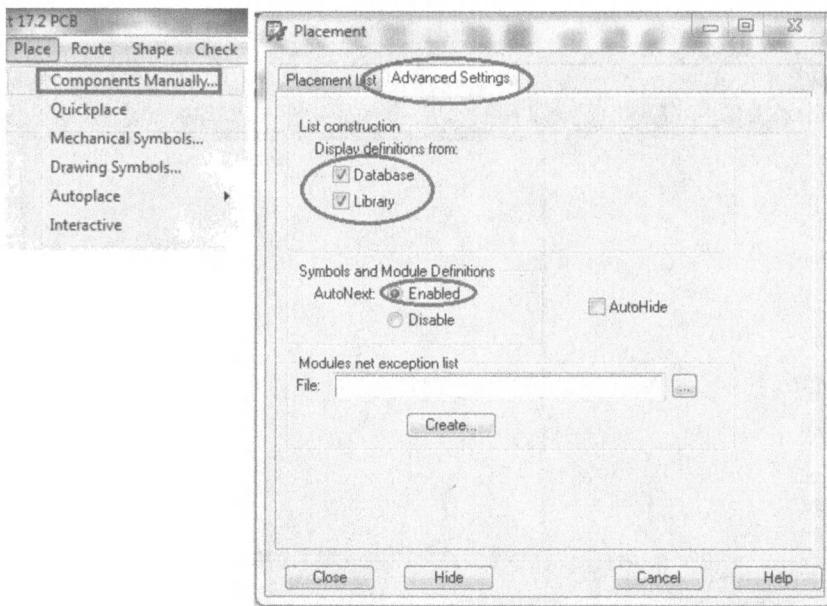

Рис. 21.15. Установка библиотек для компонентов
3. Установите флажок Library и Database под разделом List construction (рис. 21.15).